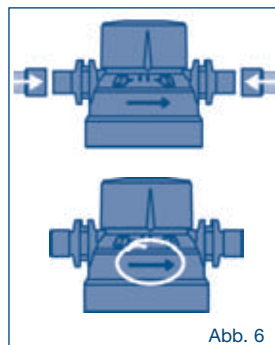

Abb. 6
2. Korrekte Fließrichtung beachten (siehe Abb. 6)